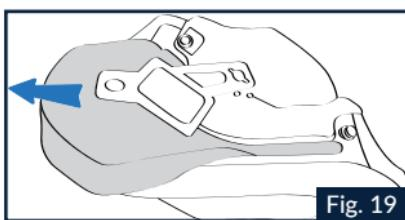

Fig. 19
2.2 Retirer délicatement le rembourrage intérieur en mousse expansée de la housse de revêtement en tissu de la mousse de joue gauche (Fig.19).
5.1 Insérer délicatement le rembourrage intérieur en mousse expansée dans la housse de revêtement en tissu de la mousse de joue gauche (Fig.19). Étendre soigneusement la mousse en veillant à ce que le revêtement en tissu de la mousse de joue ne présente pas de plis.